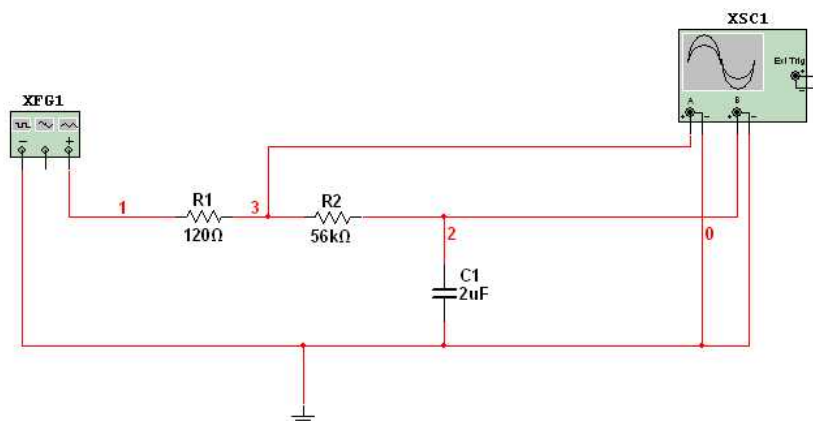

Рис. 45. Схема интегрирующей цепи
7. Собрать схему интегрирующей цепи, изображенную на рис. 45.